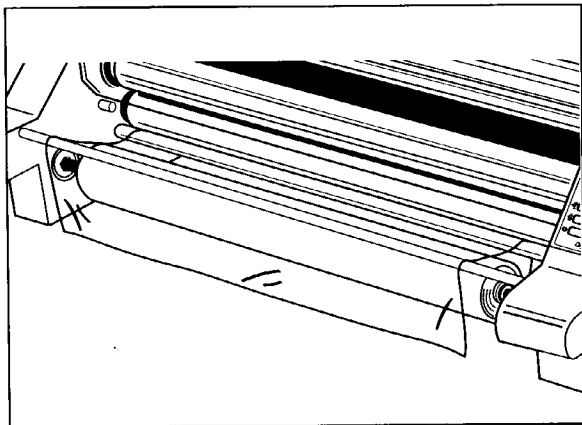
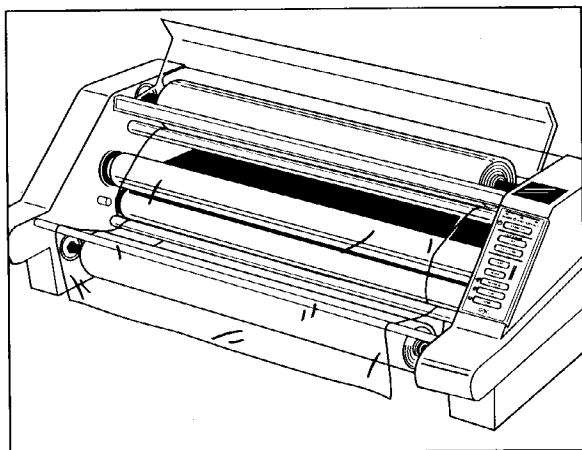
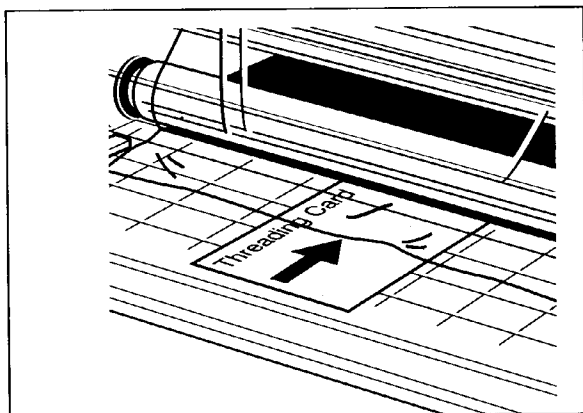

Fig. 12
Fig. 13
Fig. 14
10. Unroll 2 ft. (61 cm) of film. Push leading edge under and around bottom idler bar. Slide the idler bar back into place and drape film over bottom film roll, (Figure 12). Place the bottom roll of film back on the laminator by sliding the shaft into the round hole of the right side frame and the left side into the hex shaped brake hub.
13. Slide the feed tray under the bottom film web that is draped over the bottom roll of film. Reinstall feed table so that the bottom film web is resting on the tray, (Figure 13).
14. Slide the threading card between the feed tray and the film web lying on the tray. Gently push into the nip area of the heat rollers. The card should now be guiding both rolls of film into the heat rollers, (Figure 14).
| <p>10. Entfernen Sie die obere Folienachse vom Laminator. Wiederholen Sie die Schritte 8 + 9. Vergewissern Sie sich, daß sich der Film von unten abrollt, wenn die neue Folienachse wieder im Laminator plaziert wurde.</p> <p>11. Nach dem einsetzen der Folienrollen. Verschieben Sie ggf. die untere, bzw. obere Folienrolle seitwärts, falls die Folien nicht kantengleich liegen. Wenn die Folienrollen nicht richtig ausgerichtet werden, setzt sich Klebstoff auf den Walzen fest und erfordert eine zusätzliche Reinigung. Achten Sie darauf, daß sich die Folie bei "POLY IN"-Folien von unten aufrollt und bei "POLY OUT"-Folien von oben.</p> <p>12. Rollen Sie ca. 60 cm der Folie ab. Legen Sie das Folienende unter die obere Umlenkrolle, sodaß sie komplett beide Heizwalzen bedeckt.</p> <p>13. Setzen Sie den Anlagetisch wieder ein. (Abb. 13).</p> <p>14. Plazieren Sie die Folieneinzug-Karte auf den Anlagetisch und schieben Sie sie leicht gegen die überlappenden Folien und weiter in den Einzugsbereich der Heizwalzen. Die Folieneinzug-Karte sollte nun beide Folien in die Heizwalzen führen (Abb. 14).</p> <p>15. Lassen Sie die Schutzabdeckung herunter, drücken Sie die RUN- Taste. Achten Sie darauf, daß der Anfang der Folieneinzug-Karte in den Einzugsbereich der Heizwalzen eingezogen wird. Betätigen Sie die STOP- Taste, wenn die Folieneinzug-Karte an der Rückseite des Laminators herausgelaufen ist.</p> | <p>10. Rol ongeveer 60 cm film af. Duw de voorste rand onder en rondom de onderste doorlooprol. Schuif de doorlooprol op zijn plaats terug en drapeer de film over de onderste filmrol (zie afb. 12). Plaats de onderste rol film terug op de laminator door de koker in het ronde gat aan de rechterkant van het frame te schuiven en de linkerkant in de zeshoekige remnaaf.</p> <p>11. Verwijder de bovenste filmtoevoerrol uit de laminator. Herhaal stap 8 en 9 en zorg ervoor dat de film van onderaf afrolt nadat de filmkoker is teruggeplaatst in de laminator.</p> <p>12. Rol ongeveer 61 cm film af. Drapeer de film over de bovenste vrijlooprol en zorg dat beide warmterollers volledig worden bedekt.</p> <p>13. Schuif de invoerbak onder de onderste filmbaan die over de onderste rol film is gedrapeerd. Installeer de invoertafel opnieuw, zodat de onderste filmbaan op de bak rust (zie afb. 13).</p> <p>14. Schuif de doorvoerkaart tussen de invoerbak en de filmbaan die op de bak ligt. Duw dit geheel zachtjes in de grijpzone tussen de warmterollers. De kaart leidt nu beide filmrollen tussen de warmterollers (zie afb. 14).</p> <p>15. Breng de beschermkap omlaag en druk vervolgens op de RUN-knop . Houd de voorste rand van de doorvoerkaart in de gaten en vergewis u ervan dat de kaart in de grijpzone tussen de warmterollers in de laminator wordt getrokken. Druk op de STOP-knop  zodra de doorvoerkaart het apparaat aan de achterzijde heeft verlaten.</p> | <p>10. Déroulez 60 cm de film. Poussez le bord du film sous et autour la barre de transfert inférieure. Remettez la barre de transfert en place et enroulez le film par dessus le rouleau de film inférieur (figure 12). Repositionnez la bobine de film inférieur dans la plastifieuse en faisant glisser l'axe dans l'orifice rond situé sur la droite du châssis et le côté gauche dans le moyeu de frein.</p> <p>11. Retirez le rouleau d'alimentation supérieur. Répétez les étapes 8 et 9 ci-dessus en vous assurant que le film se déroule du bas après que l'axe de bobine de film ait été remis en place.</p> <p>12. Déroulez 60 cm de film. Passez le film au-dessus de la barre de transfert supérieure pour recouvrir les rouleaux chauffants.</p> <p>13. Glissez le plateau d'alimentation sous le lé de film inférieur qui est drapé autour de la bobine de film inférieure. Réinstallez la table d'alimentation de façon à ce que le lé de film inférieur repose sur le plateau d'alimentation (figure 13).</p> <p>14. Glissez le guide de film cartonné entre le plateau d'alimentation et le lé de film reposant sur ce plateau. Poussez délicatement jusqu'au point de contact des rouleaux chauffants. Le guide cartonné doit entraîner les deux bobines de film vers les rouleaux chauffants (figure 14).</p> <p>15. Abaissez le capot de protection et appuyez sur la touche RUN "Avance".  Vérifiez que l'avant du guide cartonné atteint le point de contact des rouleaux chauffants et est entrainé dans la plastifieuse. Appuyez sur la touche STOP  dès que le guide cartonné ressort à l'arrière de la plastifieuse.</p> | <p>10. Desenrolle 2 pies (61 cm) de película. Empuje el borde delantero debajo del tope de alineamiento de película inferior y alrededor del mismo. Deslice nuevamente la barra de alineamiento de película hasta colocarla en su lugar y haga pasar la película sobre el rollo de película inferior (Figura 12). Coloque el rollo de película inferior nuevamente en el laminador deslizando el eje hacia el agujero redondo al lado derecho del marco e insertando el lado izquierdo en la campana de freno de forma hexagonal.</p> <p>11. Quite el rollo de película superior del laminador. Repita los pasos 7 y 8 asegurándose de que la película se desenrolle desde abajo después de colocar nuevamente el eje para la película en el laminador.</p> <p>12. Desenrolle 2 pies (61 cm) de película. Haga pasar la película sobre la barra intermedia superior y cubra completamente a ambos rodillos térmicos.</p> <p>13. Deslice la bandeja de alimentación por debajo de la cinta de película inferior que cubre al rollo de película inferior. Instale nuevamente la plataforma de alimentación de modo que la parte inferior del rollo de película descansa sobre la bandeja (Figura 13).</p> <p>14. Deslice la tarjeta de enroscamiento entre la bandeja de alimentación y la cinta de película que descansa sobre la bandeja, y empuje suavemente hacia el área de contacto de los rodillos térmicos. En ese momento, la tarjeta deberá estar orientando a ambos rollos de película hacia los rodillos térmicos (Figura 14).</p> <p>15. Baje el escudo de seguridad y después oprima RUN  (operar). Observe el borde delantero de la tarjeta de enroscamiento para asegurarse de que penetre en el área de contacto de los rodillos térmicos y de que está siendo jalada hacia el interior del laminador. Oprima STOP  (parar) [symbol] después de que la tarjeta de enroscamiento haya salido por la parte trasera del laminador.</p> |